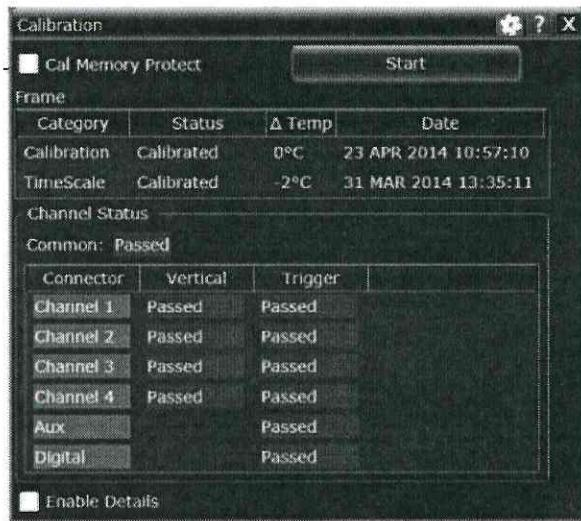

Рисунок 1
- 8.2.3 Снять галочку в поле Cal Memory Protect (рисунок 1), так как вы не сможете за-